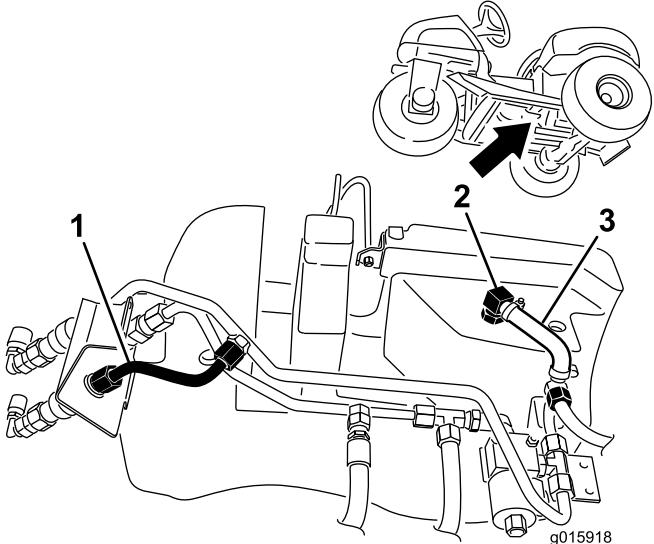

Bild 8
1. Schließen Sie die kurze Hydraulikleitung vom Kupplungsanschlussstück und dem Anschluss der Hydraulikleitung ab (Bild 8).
2. Entfernen Sie den kleinen geformten Schlauch, indem Sie ihn vom kleinen Winkelanschluss im Hydraulikbehälter und dem kleinen Hydraulikschlauch abschließen (Bild 8). Bewahren Sie die Klemmen auf; werfen Sie den Schlauch weg.
3. Entfernen Sie den kleinen Winkelanschluss vom Hydraulikbehälter (Bild 8).